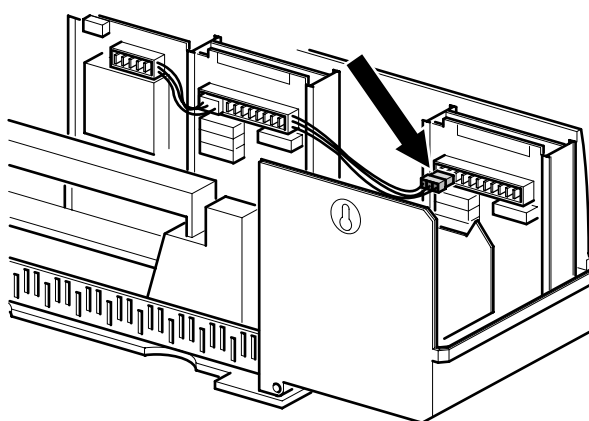

Рис. 5 Подключите напряжение
- Подсоедините штекер 230 V к модулю (рис. 5). Модуль не будет действовать, если не подключено напряжение от модуля к модулю, однако светодиод будет гореть.